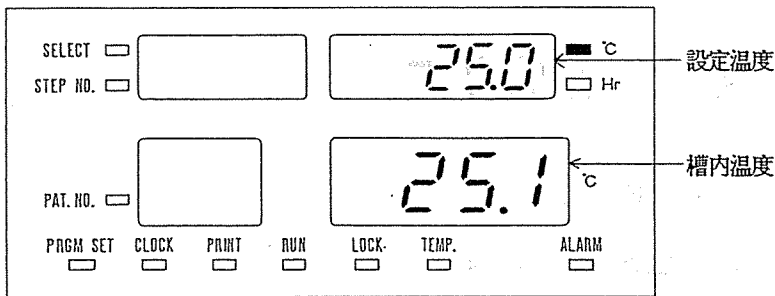

図3-11
- ⑤ **TEMP.** キーを押すと、TEMPのLEDランプが消え、図3-11の状態に戻ります。